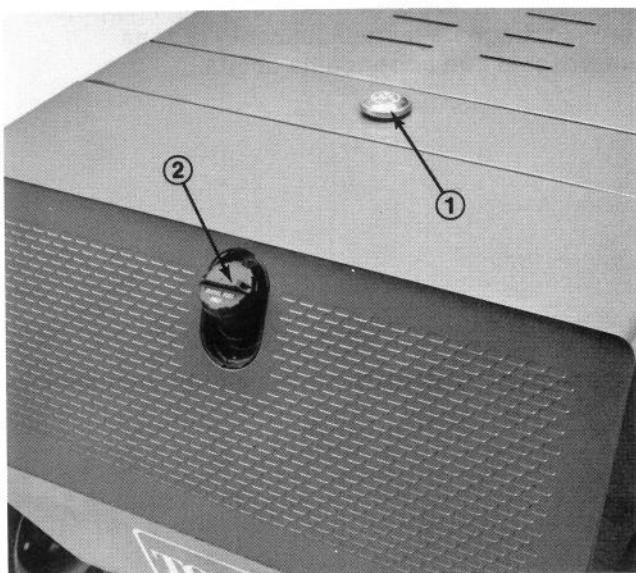

Fig. 5
1. Togliere il tappo del radiatore (Fig. 5). Il refrigerante deve trovarsi a mm.25 dal fondo del foro di riempimento.
1. Togliere il tappo del serbatoio del carburante (Fig. 5).